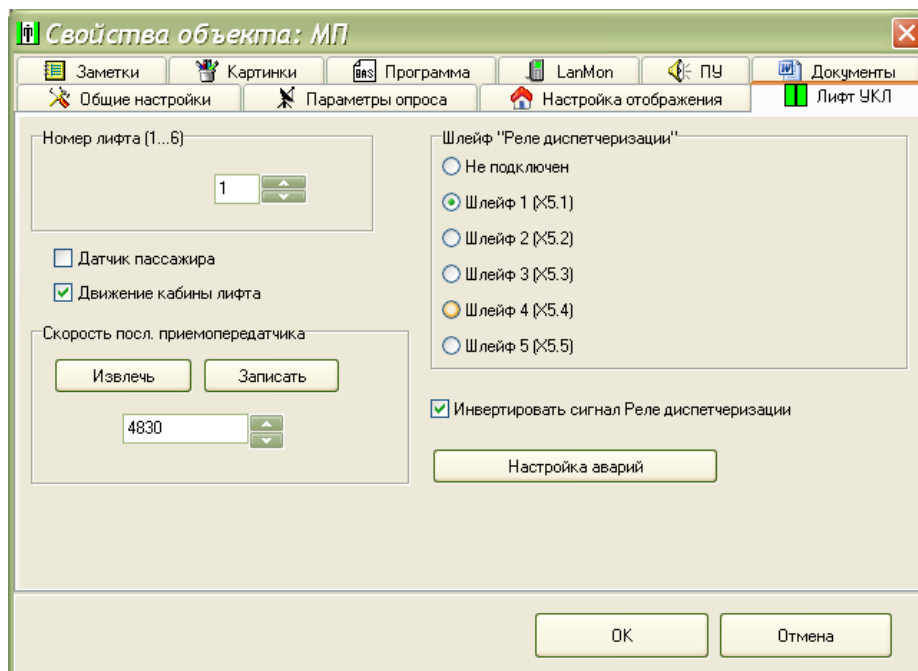

Рисунок 21
6) На вкладке «Лифт УКЛ» окна «Свойства» указать номер лифта (задается при пусконаладочных работах лифта) в поле «Номер лифта (1...6)» (рисунок 21). Установить переключатель «Датчик пассажира» для отображения наличия пассажира в кабине лифта. Установить переключатель «Движение кабины лифта» для отображения движения кабины лифта.